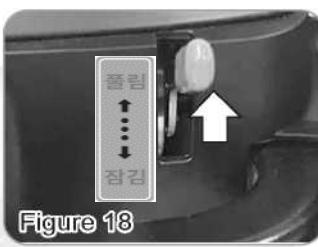

Figure 18
- 레버가 중립(풀림) 위치인 경우에는 전원 없이 스쿠터를 수동으로 이동할 수 있습니다.(Figure 18)